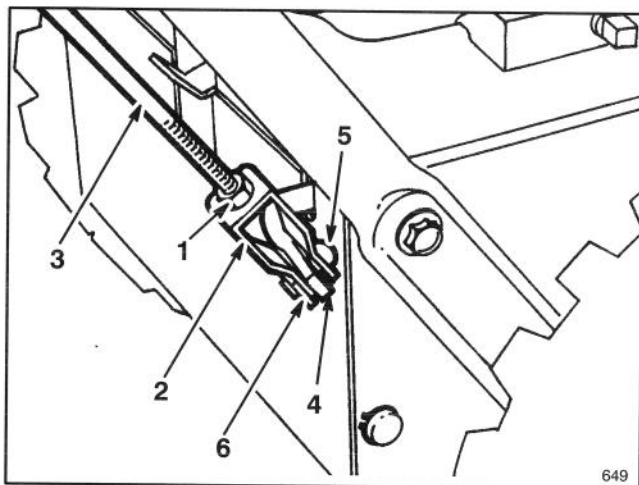

Figure 8
1. Desserrez l'écrou de blocage au-dessus de l'étrier sur la tige de commande supérieure (Fig. 8).
2. Alignez les trous de l'étrier et de la tige de commande inférieure et insérez la cheville d'étrier (Fig. 8).
5. Pour régler cette distance retirez la cheville de l'étrier, desserrez l'écrou de blocage et faites monter ou descendre l'étrier sur le filetage selon que vous désirez accroître ou réduire la distance entre la poignée et le levier de commande de la tarière (Fig. 8).
6. Une fois que le réglage est correct, remplacez la cheville d'étrier et fixez-la en place avec la goupille fendue. Serrez le boulon de blocage pour assujettir l'étrier (Fig. 8).